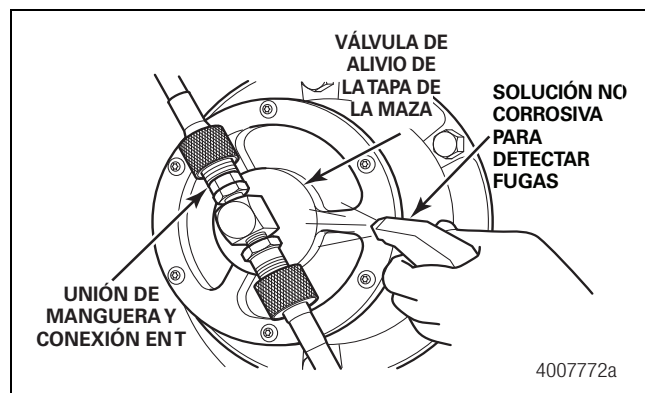

Figura 3.33
1. Rocíe una solución no corrosiva para detectar fugas de aire para comprobar la conexión entre la manguera y la conexión en T y la válvula de alivio de la tapa de la maza en busca de fugas. Figura 3.33.